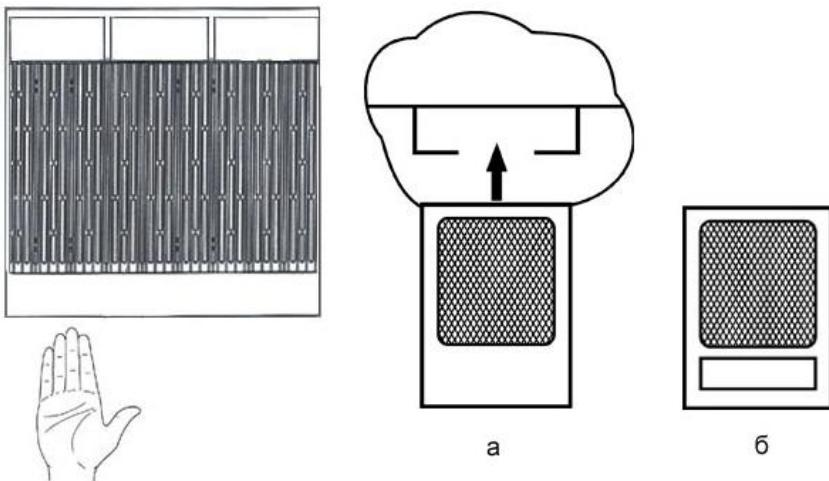

Рис. 3. Извлечение и установка воздушного фильтра.
1. Вставьте руку под корпус устройства, как показано на рис. 3.
2. Возьмитесь за ручку-выемку на фильтре (рис. 3б), потяните вниз, а затем с усилием потяните на себя.